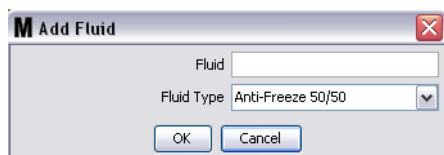

Рис. 95
3. В окне «Add Fluid» [Добавить жидкость] укажите имя жидкости в поле «Fluid» [Жидкость] (Рис. 95) (не больше 40 символов). Для упрощения идентификации и отчетов рекомендуется использовать короткие имена жидкости.